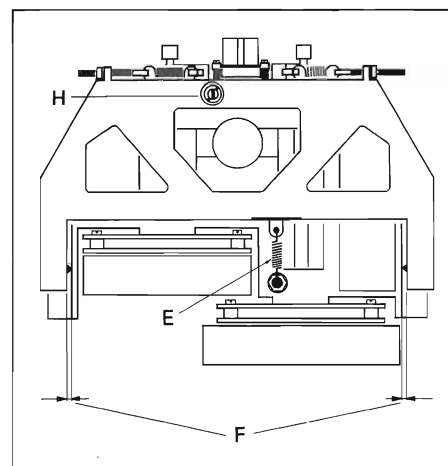

Fig. 3.3
- Bei früheren Geräten wird der Schwenkträger über die Rückzugsfeder [E] geerdet (Fig. 3.3, Ansicht von unten). Bei schlechtem Fremdspannungsabstand (schwankender Wert) wird empfohlen, die Masseverbindung Schwenkträger – Chassis durch den Einbau eines Massebandes (Best. Nr. 64.99.0116) sicherzustellen. (Ab Werk bei neueren Geräten bereits eingebaut).
- In previous units the pivoting carrier was grounded via the retraction spring [E] (Fig. 3.3, view from the bottom). If signal to noise ratio is insufficient (unstable value) we recommend to add a separate ground wire between chassis and pivoting arm (order no. 64.99.0116). (Later units have been equipped ex works with this grounding wire).
- Dans le cas d'appareils plus anciens, le support pivotant des têtes était relié à la masse par le ressort de rappel [E] (Fig. 3.3, vue de dessous). Lors d'un mauvais recul du bruit de fond (valeur non stable) il est recommandé de relier la masse du support pivotant à la masse du chassis à l'aide d'une tresse de masse (no. de commande 64.99.0116). (Cette modification est faite au départ de l'usine pour des appareils plus récents.)
- Kontrollieren, ob die beiden Gewindestifte an den Drehpunkten des Schwenkträgers so eingestellt sind, dass auf beiden Seiten der Abstand Schwenkträger – Doppelkapstanguss [F] gleich gross ist (Fig. 3.3). Der Schwenkträger sollte sich spielfrei und ohne zu klemmen in den Drehpunkten bewegen. Falls nötig, die Gewindestifte entsprechend korrigieren, und mit dem Spezialschraubendreher 46161 die dazugehörige Schlitzmutter festdrehen.
- Die Eintauchtiefe wird mit der Einstellschraube [H] (Fig. 3.3) so eingestellt, dass das andere Ende des Mess-Schiebers sich im Bereich der eingefrästen Markierung befindet.
- Ensure that the two headless setscrews at the pivoting point of the carrier are adjusted in such a manner that the clearance between pivoting carrier and dual capstan casting [F] is identical on both sides (Fig. 3.3). The pivoting carrier should move freely and without binding in its pivots. If necessary, adjust the headless setscrews and tighten the corresponding slotted round nut with the aid of the special screwdriver 46161.
- Adjust engaged length by adjusting screw [H] (Fig. 3.3) in such a manner that the opposite end of the measuring slide is located within the area of the milled marking.
- Les tiges filetées des points de rotation doivent être réglées de telle façon que la distance entre le support pivotant et le chassis du double cabestan [F] soit la même de part et d'autre (fig. 3.3). Le support pivotant doit se déplacer autour des points de rotations sans jouer ni gripper. Le cas échéant, corrigez la position des tiges filetées et serrez l'écrou fendu correspondant.
- Ajustez la profondeur de pénétration à l'aide de la vis [H] (fig. 3.3) de façon à ce que l'autre extrémité du curseur soit en face du repère fraisé.